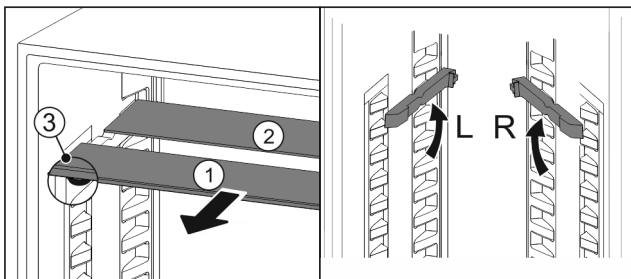

Fig. 70
- ▶ Издърпайте Fig. 70 (1) поотделно стъклените плочи напред.
- ▷ Стъклената плоча Fig. 70 (1) с декоративната лайстна е отпред.
- ▷ Ограничителите Fig. 70 (3) сочат надолу. Уреди с фризерно отделение.*